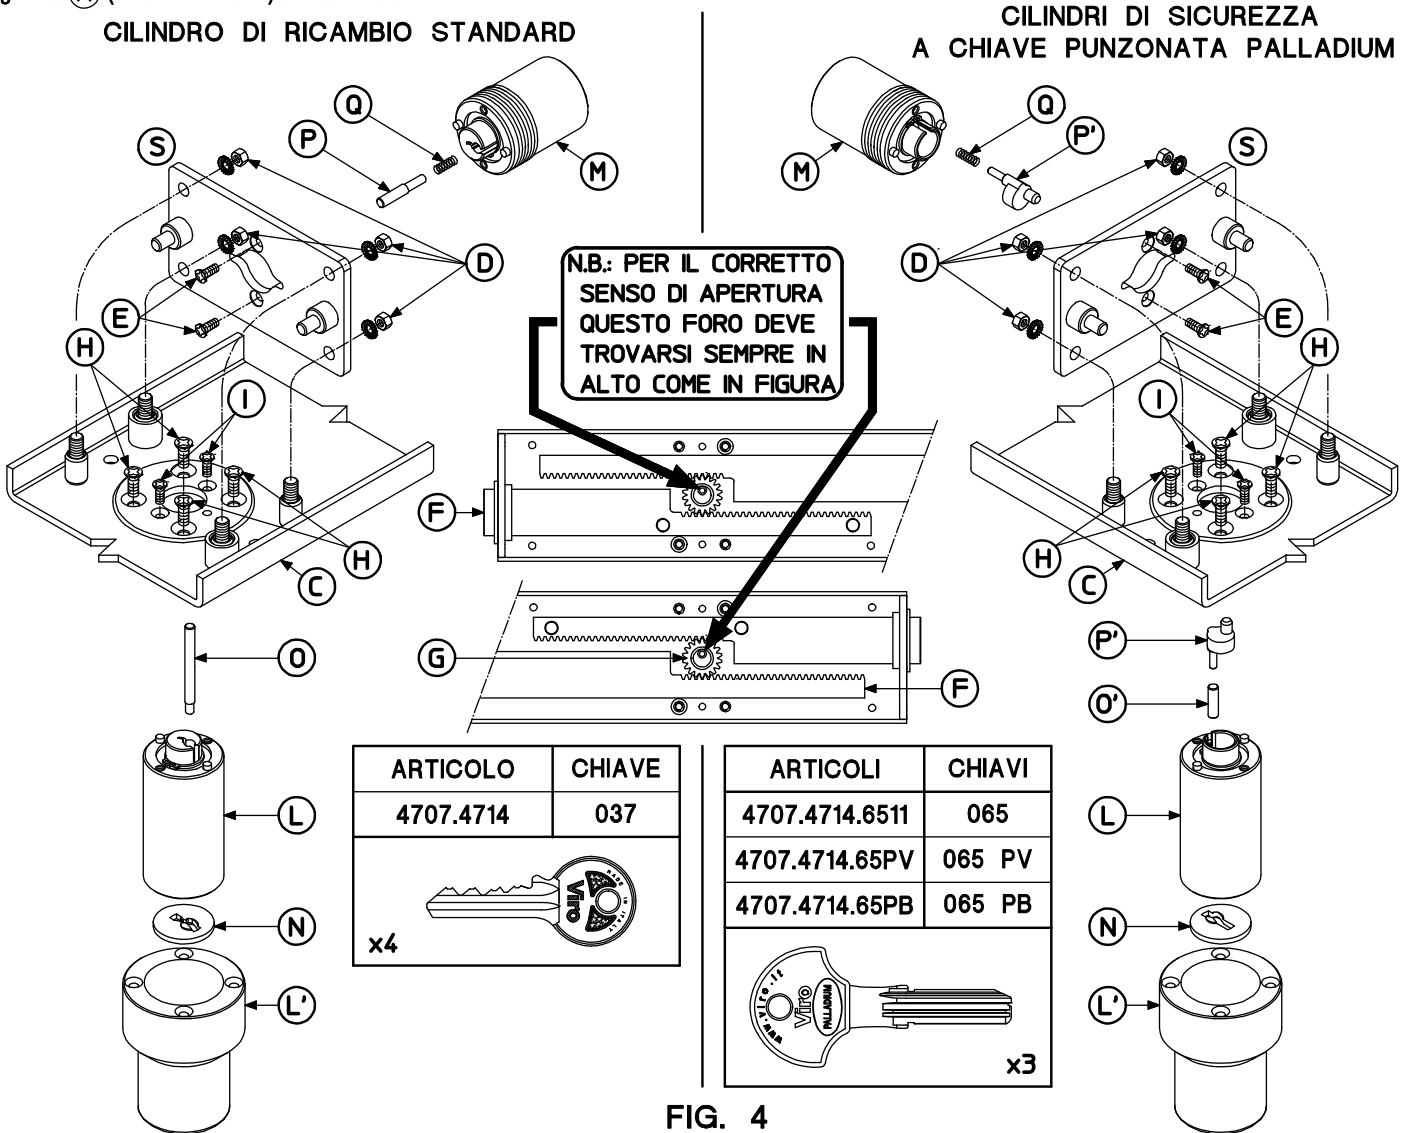

FIG. 4
Svitare i 4 dadi (D) e togliere la piastra supporto (S) del cilindro interno (FIG. 4).